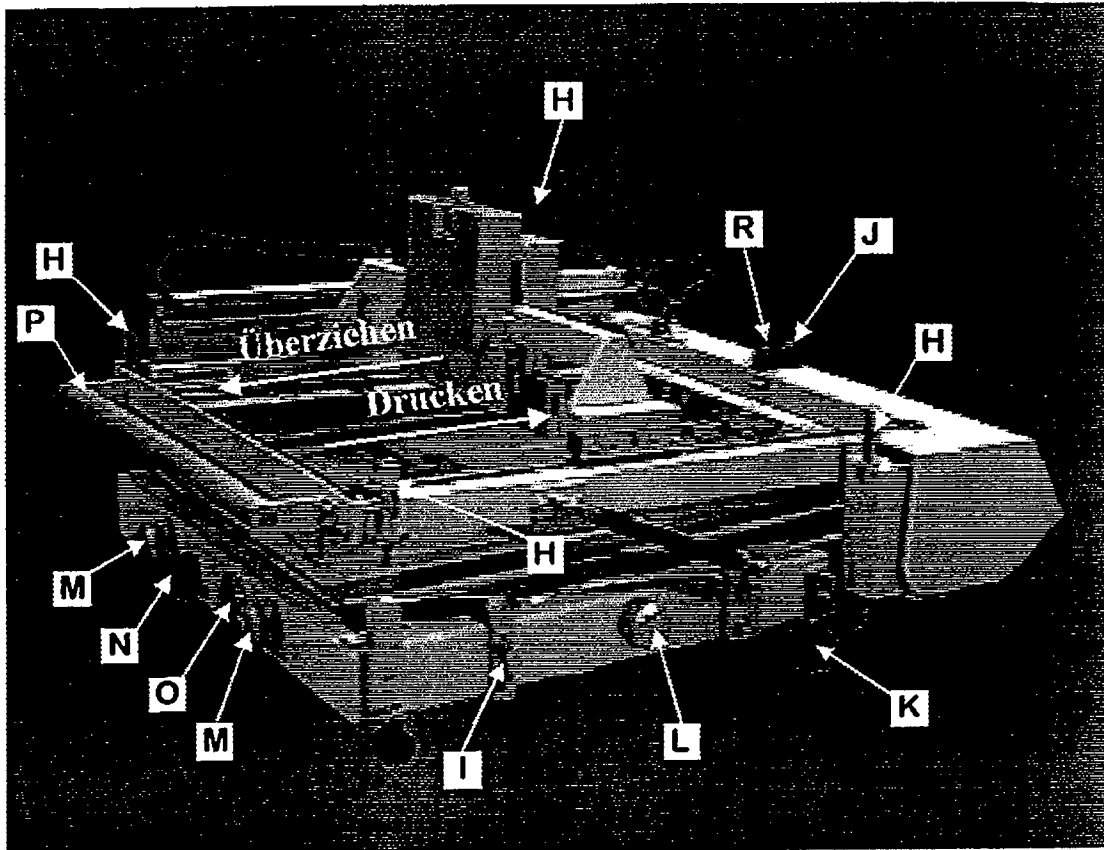
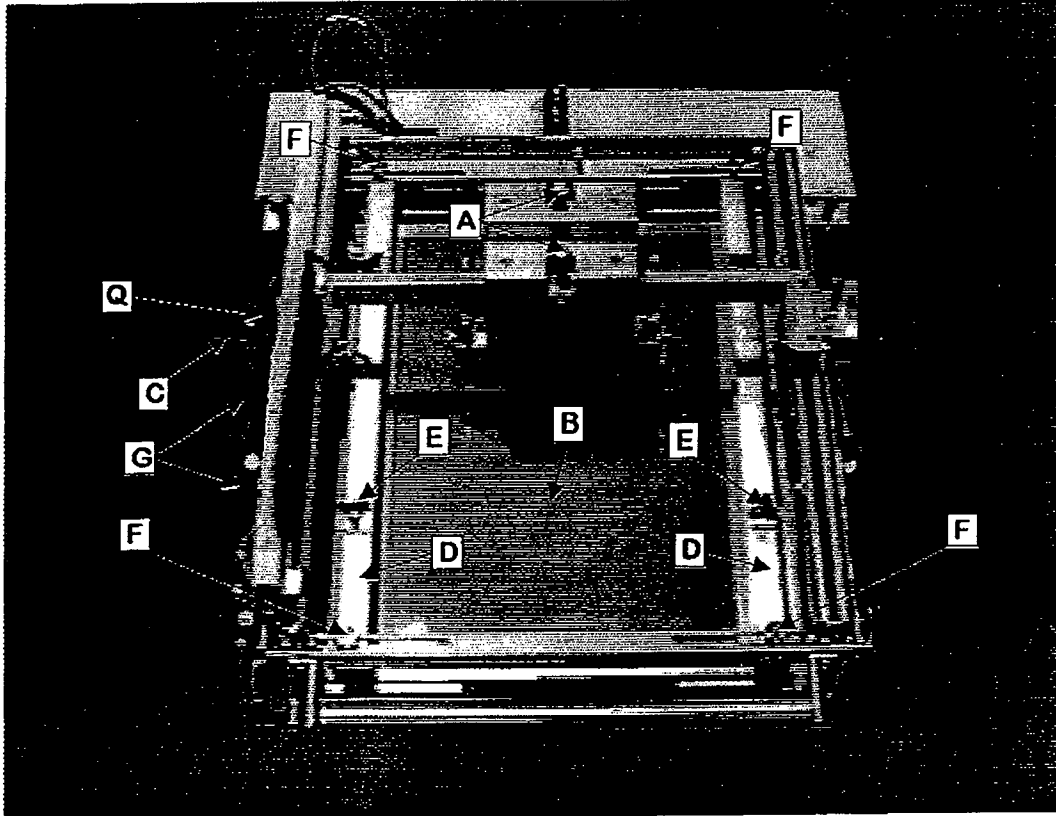

Bild 1.0
Bild 1.1
Die Maschine muß mit Hilfe einer Wasserwaage ausgerichtet werden. Dabei wird die Wasserwaage auf den Drucktisch (pos. B in Bild 1.1) gestellt. Mit Hilfe der höhenverstellbaren Füße (pos. K in Bild 1.0) wird dann die Maschine in die horizontale Lage einjustiert. Abschließend die Kontermuttern (pos. K in Bild 1.0) fixieren.
Als Energieversorgung ist nur Pressluft notwendig. An der linken Seite des Maschinenrahmens befindet sich ein Filterregelventil (pos. Q in Bild 1.1), hier kann die Druckluft (ca. 6 bar) mittels eines 4-er Pneumatikschlauches angeschlossen werden.
- Micrometerspindeln der Rakeltiefeneinstellung (pos. A in Bild 1.1) ganz eindrehen. Dadurch wird verhindert, daß durch ein zutiefes Rakel das Sieb zerstört wird.
Dazu an den 3 Handrädern der Tischverstellung, (2x an der Vorderseite pos. M in Bild 1.0, 1x seitlich rechts pos. L) drehen, bis die beiden vorderen Ecken des Drucktisches sich im Zentrum der am Unterrahmen befestigten Kreuze befinden. Somit ist sichergestellt, daß beim späteren Feinjustieren der maximale Weg zur Verfügung steht.
Am aufklappbaren Oberteil sind an allen 4 Ecken Micrometerspindeln zur Einstellung (pos.H in Bild 1.0) des Absprungs montiert. Drehen Sie diese ganz ein, so daß der größtmögliche Abstand zwischen Oberteil und Drucktisch erreicht wird. Dadurch werden Beschädigungen durch schließen des Oberteils vermieden.
Oberteil schließen. Rändelmutter (pos. F in Bild 1.1) lösen und die Siebauflegeleisten (pos. D in Bild 1.1) ganz nach außen schieben. Tiefenanschlag in der linken Siebauflegeleiste ganz nach hinten setzen.
Die 4 Höhenverstellerschrauben pos. H in Bild 1.0 des Oberteils solange gleichmäßig herausdrehen, bis die Unterkante der Druckschablone gerade Kontakt mit der Oberkante des Druckgutes hat. Dies ist jetzt Absprung = 0. Sollte ein größerer Absprung erwünscht sein, so müssen die Micrometerspindeln um den gewählten Wert eingedreht werden. Damit die Parallellität zwischen Siebrahmen und Drucktisch gewährleistet ist müssen die Micrometerspindeln auf den gleichen Wert eingestellt werden.
Zum Einstellen muß das Rakel in die Mitte des Siebes gefahren werden. Dazu durch verdrehen des Handgriffs (Aluminiumrohr an Vorderseite, pos. P in Bild 1.0, des Oberteils) die Rakelbewegung starten. An der linken Seite des Drehgriffs ist eine Skalierung sichtbar.
Oberteil öffnen und Probedruckrahmen auf die Fixierstifte pos. I (Bild 1.0) aufstecken. Oberteil wieder schließen. Handgriff pos. P auf Stellung \uparrow drehen, das Druckrakel fährt nach unten und druckt. Achten Sie hierbei darauf, daß sich das Oberteil nicht durch den Rakeldruck anhebt. Sobald das Rakelwerk an seiner hinteren Position angelangt ist, Oberteil wieder öffnen. Nun sollte ein Pastenauftrag auf der Probedruckfolie sichtbar sein. Durch verdrehen der Kreuztischverstellräder Druckbildlage solange korrigieren bis der Druck auf der Folie und das Druckgut Deckungsgleich sind. Mehre Druckversuche erforderlich.